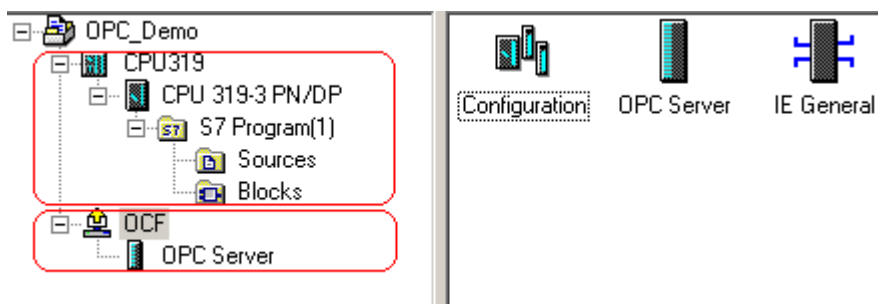

图 1 STEP 7 项目：包含设备与 PC Station
- 如需将 STEP 7 项目中设备的符号表导出到 OPC 服务器，需要将 PC Station 设备组态到一个项目中，如图 1: